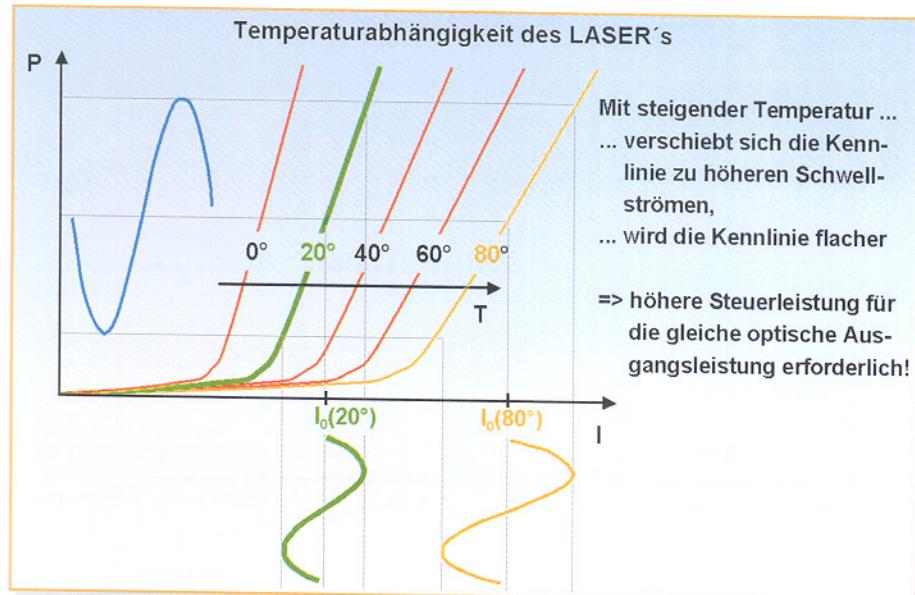
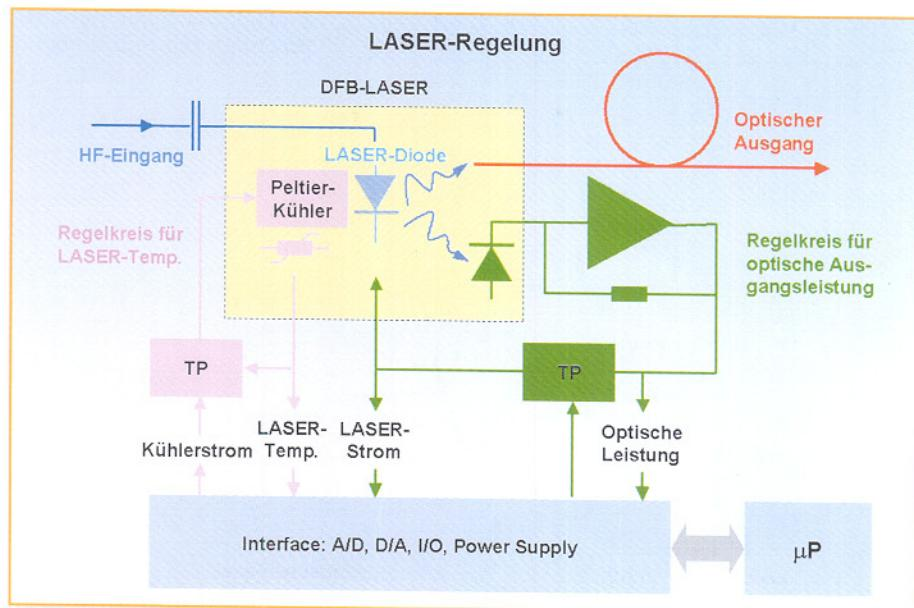

Bild 21: Temperaturabhängigkeit des Lasers
Bild 22: Temperaturregelung des Laserhalbleiters
Ein wesentliches, unerwünschtes Laser-Merkmal ist die starke Temperaturabhängigkeit seiner Ausgangsleistung (Abbildung 21). Der Zusammenhang zwischen optischer Ausgangsleistung und steuern dem Signalstrom ist durch eine Kennlinienschär gegeben, deren Scharparameter die Temperatur des Laser-Bausteins ist. Mit steigender Temperatur verschiebt sich die Kennlinie zu höheren Schwellströmen und wird flacher. Damit wird eine höhere Steuerleistung für die gleiche optische Ausgangsleistung erforderlich. Dieser Effekt kann durch eine Temperaturregelung des Laserhalbleiters auf einen konstanten Wert vermieden werden (Abbildung 22). Die Konstanz der optischen Ausgangsleistung wird durch einen speziellen Leistungsregelkreis weiter erhöht. Tiefpässe (TP) in beiden Regelkreisen verhindern das Nachregeln auf kurzfristige Änderungen der Steuergrößen. Die Ansteuerung des Lasers muss stets im linearen Teil der Kennlinie erfolgen. Links vom Kennlinienknick tritt